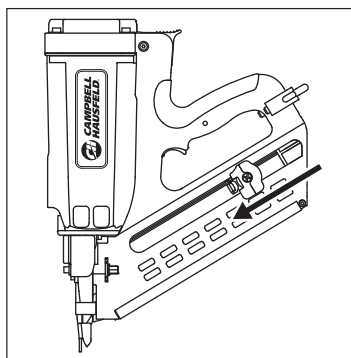

Figure 18
3. Pousser vers le bas le bouton du poussoir à attaches et diriger le poussoir à attaches vers le haut jusqu'à ce qu'il atteigne le bas de la pince de clous se trouvant dans le chargeur (voir la figure 18).